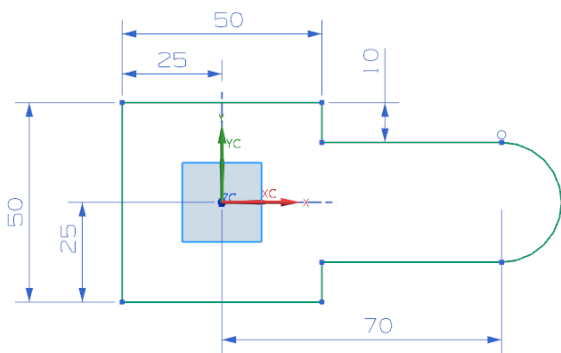

图 3-47 轮廓草图
(2) 单击“绘制截面”按钮，选取 XC-YC 平面为草图绘制面，绘制轮廓草图，如图 3-47 所示。单击“完成”图标，草图绘制完毕。